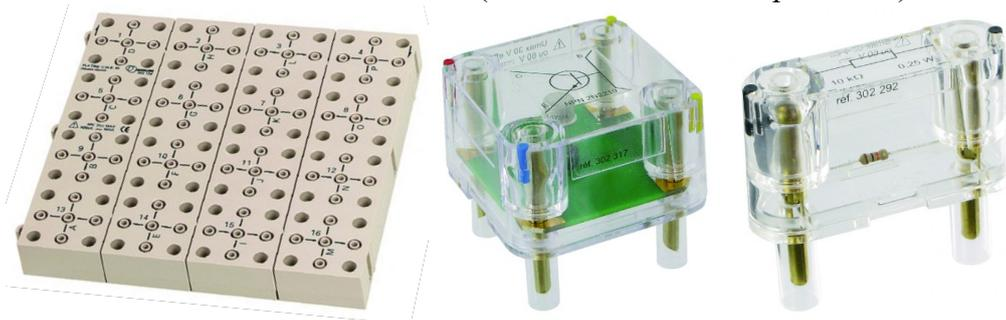

Figure 1 : Platine de test sécurisé et composants en boîtier UME (ici transistor et résistance)
- Platine de test Jeulin (voir Figure 1)
- Composants en boîtier : transistor 2N7000, résistances (voir Figure 1)